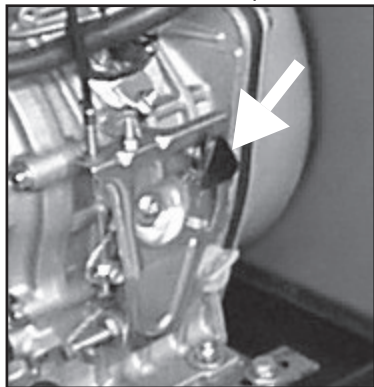

Fig.7
2) Versions P3500 – P4500 – P6000 – WP180 (moteur YANMAR) : déplacer la commande de l'accélérateur, située sur le moteur (voir fig. 7) vers le haut. Dès que le moteur est complètement éteint, déplacer à nouveau la clé sur la position " OFF ".